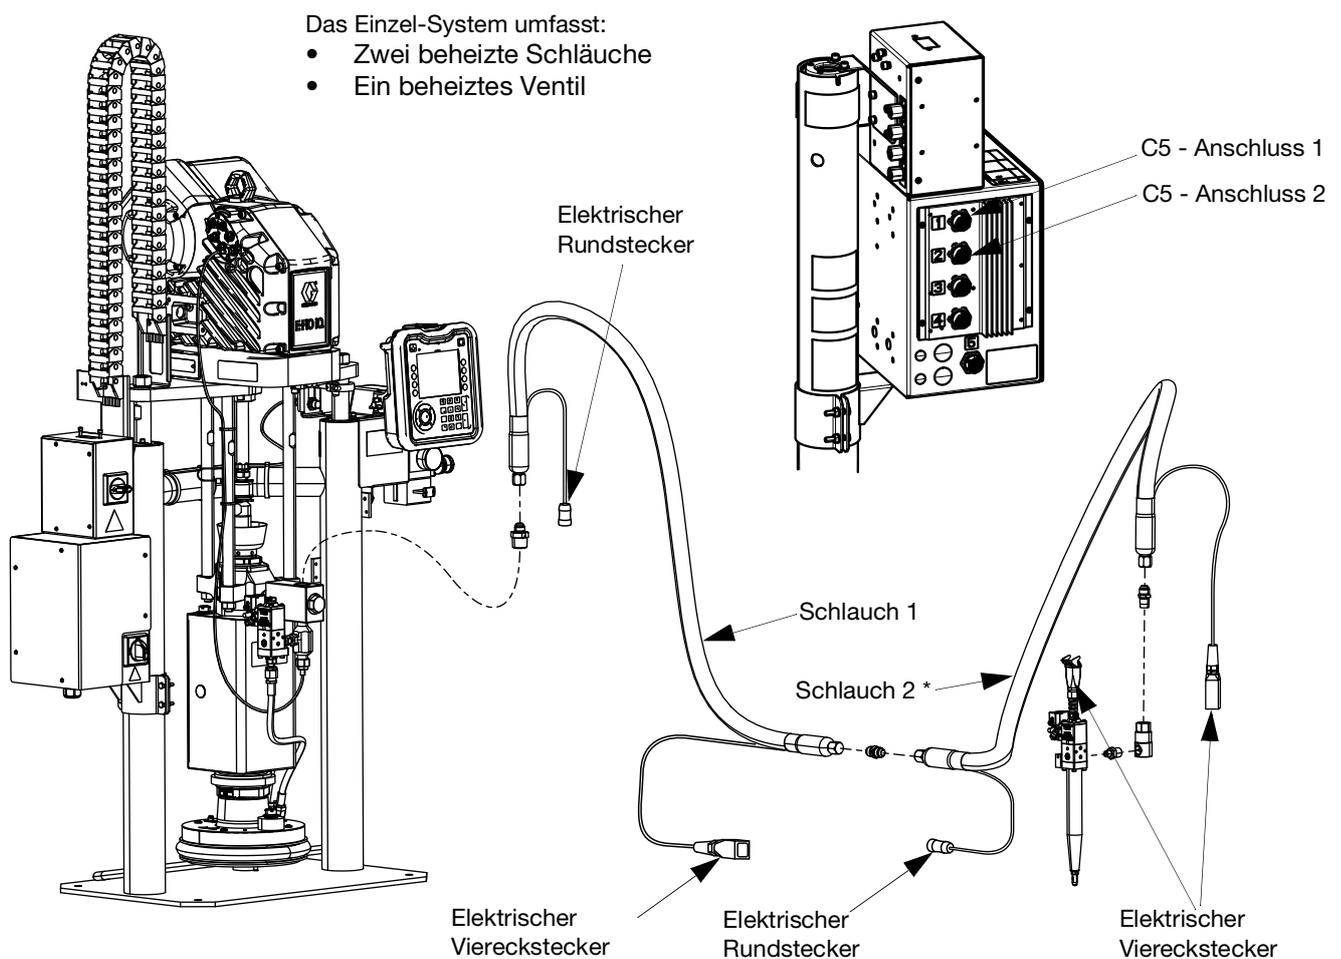

ABB. 32
- Beheiztes Ventil – Quadratische elektrische Anschlüsse vom Schlauch 2 zum iQ-Dosierventil (B). Siehe ABB. 32.